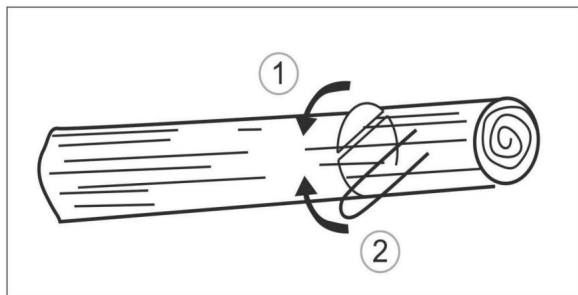

Fig. 22
3. Nel caso in cui il tronco sia sostenuto ad entrambe le estremità, tagliare prima dalla parte superiore 1/3 del diametro del tronco per evitare spaccature. Quindi rifinisci il taglio dal basso in modo che coincida con il primo taglio, evitando inceppamenti (fig. 22).